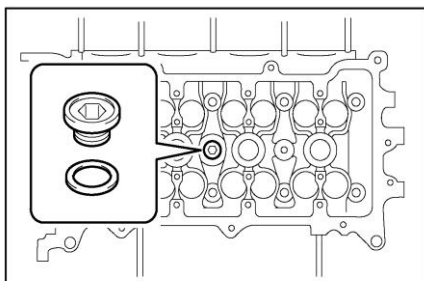

Рисунок II-141
15. Используйте шестигранный гаечный ключ на 10, чтобы снять пробку и шайбу головки цилиндров. Если необходимо (см. Рисунок II-141)